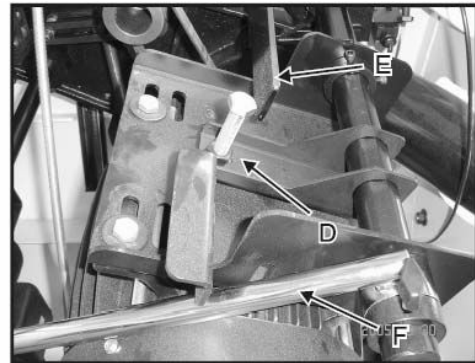

Fig. 2
3. Снимите пластинку D с опорного кронштейна и выньте втулку С. После этого сначала вставьте в вал длинную ручку F и нажмите, а затем затяните упорный болт (см. рис. 2).